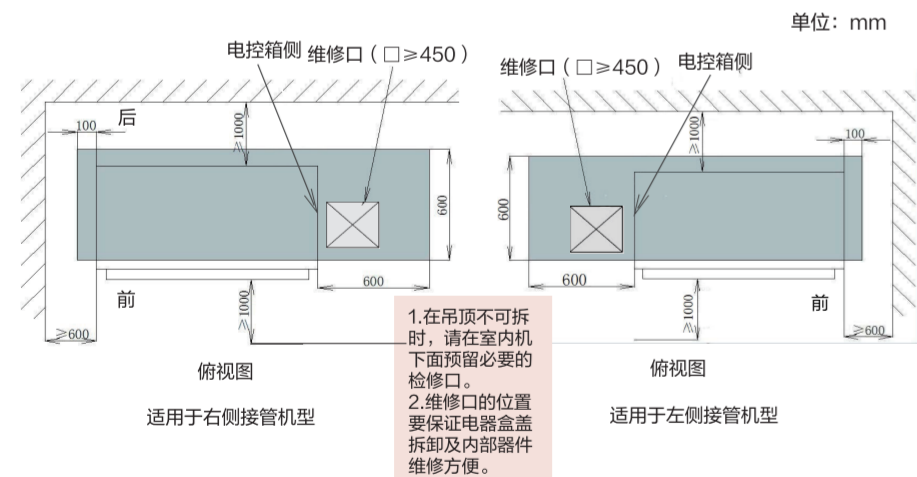

图1 操作和维护空间
- ▶ 将室内机安装在易于操作及维护的空间位置。如图1所示。